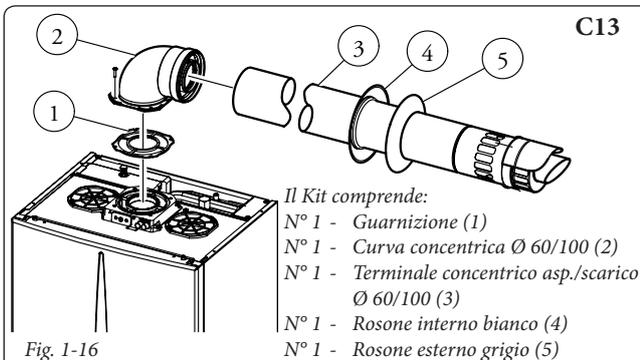

Fig. 1-16
Questo terminale permette l'aspirazione dell'aria e lo scarico dei fumi direttamente all'esterno dell'abitazione. Il kit orizzontale può essere installato con l'uscita posteriore, laterale destra e laterale sinistra. Per l'installazione con uscita anteriore è necessario utilizzare il tronchetto ed una curva concentrica ad innesto in modo da garantire lo spazio utile per effettuare le prove richieste dalla legge all'atto della prima messa in servizio (Fig. 1-16 ÷ 1-17).
Kit orizzontali di aspirazione - scarico Ø 60/100. Montaggio kit (Fig. 1-16): installare la curva con flangia (2) sul foro centrale della caldaia interponendo la guarnizione (1) (che non necessita di lubrificazione) posizionandola con le sporgenze circolari verso il basso a contatto con la flangia di caldaia e serrare con le viti presenti nel kit. Innestare il tubo terminale concentrico Ø 60/100 (3) con lato maschio (liscio), nel lato femmina della curva (2) sino a portarlo in battuta, accertandosi di avere già inserito il relativo rosone interno ed esterno, in questo modo si otterrà la tenuta e la giunzione degli elementi che compongono il kit.